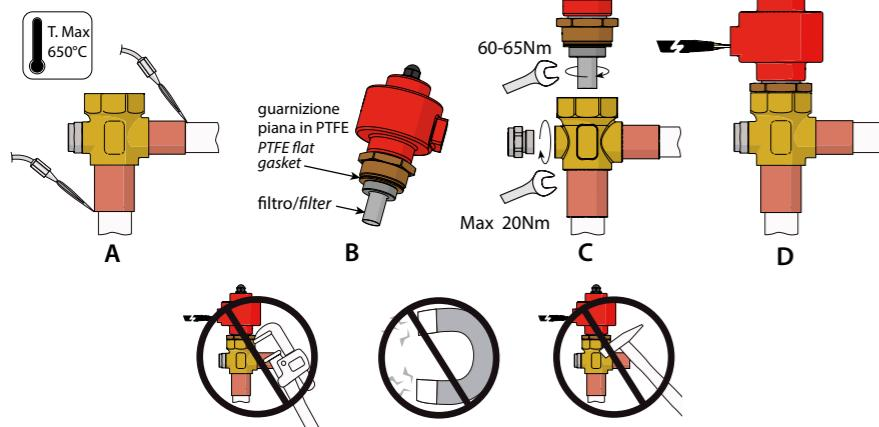

Fig. 2
Seguire la successione indicata in Fig. 2 procedendo in questo modo:
2. Procedere alla saldatura orientando la fiamma verso l'estremità dei raccordi come da fig. 2 A (per una migliore brasatura senza alterare la tenuta della zona di saldatura tra corpo e raccordi utilizzare lega con temperatura di fusione inferiore a 650 °C o con tenore di argento superiore del 25 %).
4. Verificare che il filtro in rete metallica sia inserito sulla boccola di ottone (Fig.2-B). In caso contrario, posizionarlo come in figura e portarlo in battuta. **Attenzione! Utilizzare il filtro solo in mono-direzionale con ingresso del fluido dal raccordo laterale. In caso di utilizzo della valvola in direzione contraria, prevedere apposito filtro nel circuito, togliendo quello fornito.**
5. Avvitare nel corpo valvola la cartuccia in acciaio sull'apposito alloggiamento filettato con una chiave a forchetta da 32. Serrare la cartuccia portando la ghiera in battuta sul corpo valvola con una coppia di serraggio suggerita di 60-65 Nm (Fig. 2 C). Per favorire un più rapido assemblaggio della valvola, si consiglia di non smontare il motore dalla cartuccia. **Attenzione!** Nel caso in cui lo stelo filettato fuoriuscisse completamente dalla sede di lavoro della cartuccia procedere secondo la seguente operazione:
The Unipolar E³V-S valves must be joined to the circuit by braze welding the copper fittings to the condenser outlet (IN) and evaporator inlet (OUT) pipes. Proceed as indicated in Fig. 2:
2. Weld by aiming the flame at the ends of the fittings as shown in Fig. 2-A (for better braze welding without affecting the seal of the welded area between the body and the fittings, use alloys with a fusion temperature less than 650 °C or with a silver content above 25%);
3. Make sure that the PTFE flat gasket is present in its seat (Fig. 2-B). Otherwise, take a flat gasket from the packaging and place it in the cartridge from the side of the brass bushing.
4. Make sure that the metal mesh filter is inserted on the brass bushing (Fig.2-B). Otherwise, position it as shown in the figure and make sure it's properly in place. **Warning! Only use the one-way filter with fluid inlet from the connection side. If using the valve in the opposite direction, install a special filter in the circuit, removing the one supplied.**
5. Tighten the steel cartridge in its threaded socket on the valve body using a 32 mm spanner. Tighten the cartridge on the valve body to a recommended tightening torque of 60-65 Nm (Fig. 2-C). For faster valve assembly, do not remove the motor from the cartridge. **Warning! If the threaded rod comes completely out of the cartridge, proceed as follows:**
6. When the valve has cooled down, tighten the flow sight glass to the special threaded socket in the valve body (in line with the cross fitting) using a 17 mm Allen key, making sure the O-ring is fitted (OR - 114 -inside diameter 11,1 mm - thickness 1,78 mm - material: Neoprene) to ensure hermetic tightness. Tighten the sight glass to the end of the thread (Fig. 2 C), with maximum 20 Nm torque. **Warning!** To ensure better tightness of the assembly, use the Neoprene O-ring (other materials may affect the correct operation of the assembly) lubricated with a thin layer of compatible oil.